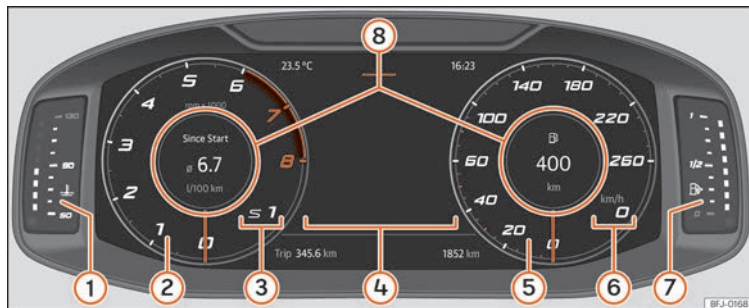

Abb. 58 SEAT Digital Cockpit in der Schalttafel (klassische Ansicht).
Die in der *Klassischen Ansicht* und in der Ansicht *Halbkreisförmige Instrumente* angezeigten Informationen können in den **Informationsprofilen** » **Abb. 58** ⑧ personalisiert werden. »
Die Zeiger der Umdrehungen pro Minute und der Geschwindigkeitsmesser werden über die gesamte Länge angezeigt »» **Abb. 58**.